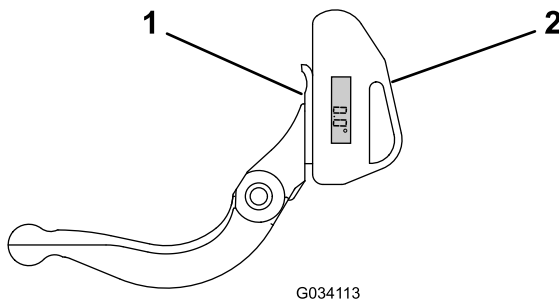

Рисунок 22
1. Установите индикатор угла на нижней стороне неподвижного ножа, как показано на Рисунок 22.